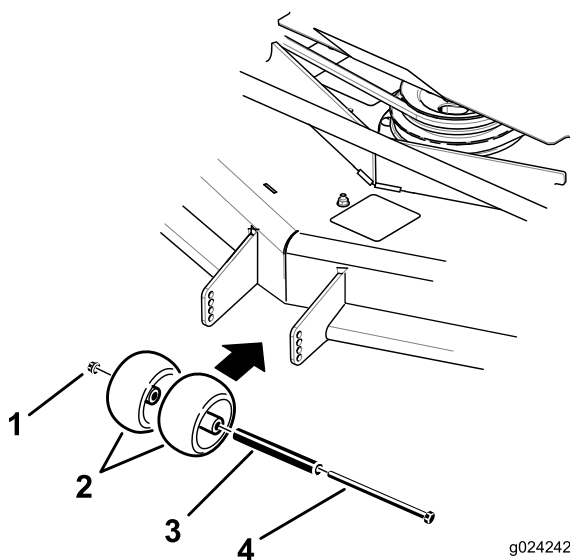
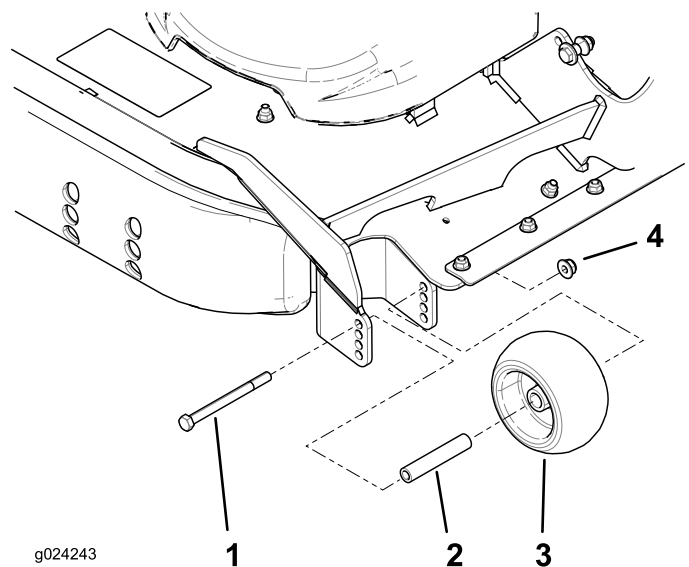

Figura 29
Figura 30
3. Ajuste los rodillos protectores del césped según se muestra en Figura 29 y Figura 30.